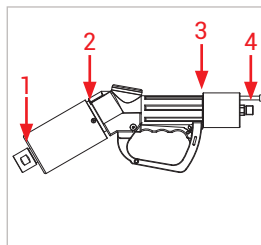

Figure 21
- ▶ Vérifiez les points de mesure suivants (Figure 21)
- Réceptacle de service WEH® (1)
- Manchon de protection anti-choc et poignée (2)
- Raccord tournant et poignée (3)
- Raccord (4)